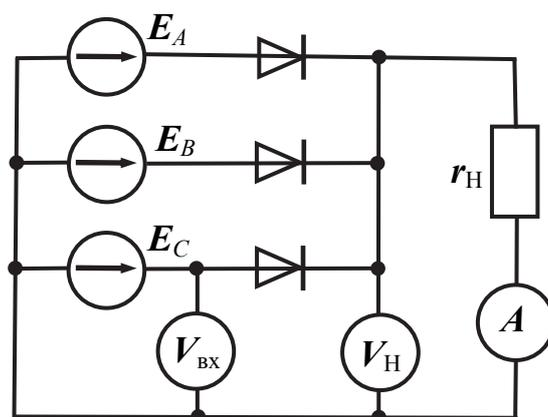

Рис. 22.5
5. Собрать схему трехфазного выпрямителя с нулевой точкой (трехфазный однополупериодный выпрямитель) по рис. 22.5.